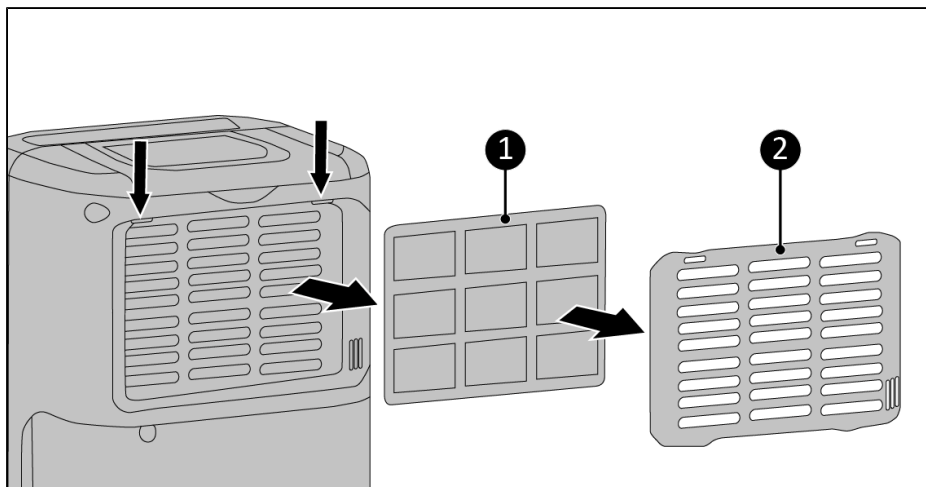

Figura 65.
2. Retire el marco (Figura 65, pos. 2).
3. Retire el soporte del filtro (Figura 65, pos. 1).